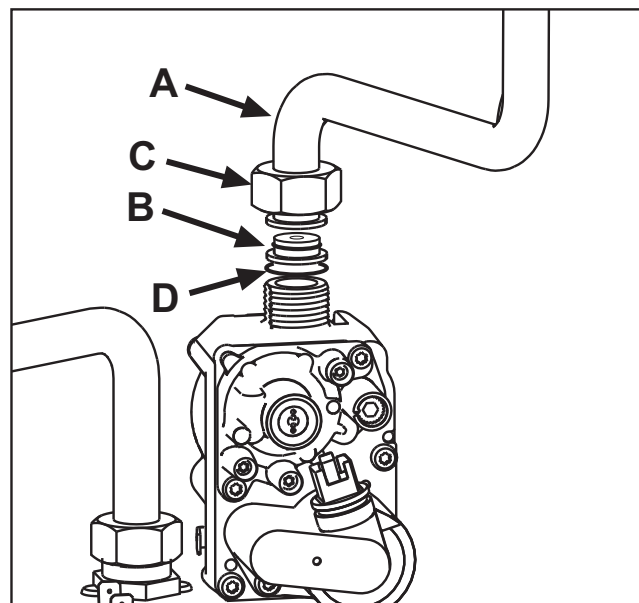

fig. 22
3. Deșurubați puiița **C** și scoateți tubul de gaz **A** de pe valva de gaz (vezi fig. 22).
4. Înlocuiți duza **B** introdusă pe tubul de gaz cu cea aflată în kitul de transformare, interpunând garnitura **D** (vezi fig. 22).